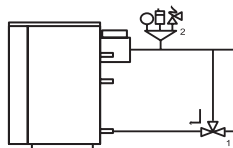

Рис. 10
- При монтаже котлов KOBOLD S необходимо установить на выходе теплоносителя группу безопасности, включающую в себя автоматический воздухоотводчик, манометр и аварийный сбросной клапан на 3 бар (рис.10, поз. 2). Отвод теплоносителя из сбросного клапана необходимо обеспе-
- Для выравнивания температурного перепада между подачей и обратной линией, рекомендуется устанавливать термостатический трехходовой клапан, например ESBE VTC511 (поддержание температуры обратной линии в котел не ниже 60°С) (Рис.10, поз.1). Повреждения теплообменника, вызванные перепадом температуры, не являются гарантийными.